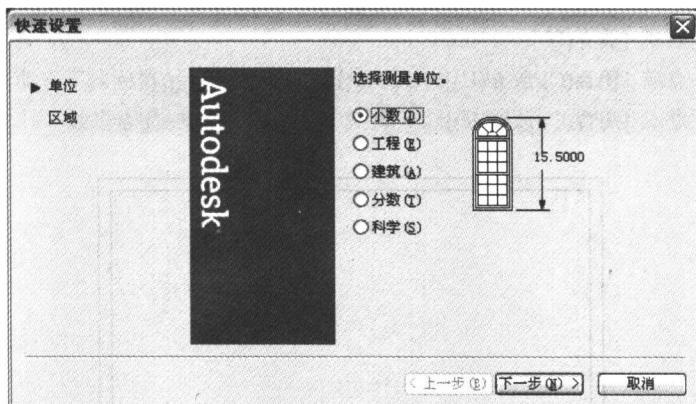

图 1-3
(2) 单击【使用向导】按钮，选择【快速设置】选项，单击【确定】按钮，弹出【快速设置】对话框，如图 1-3 所示。